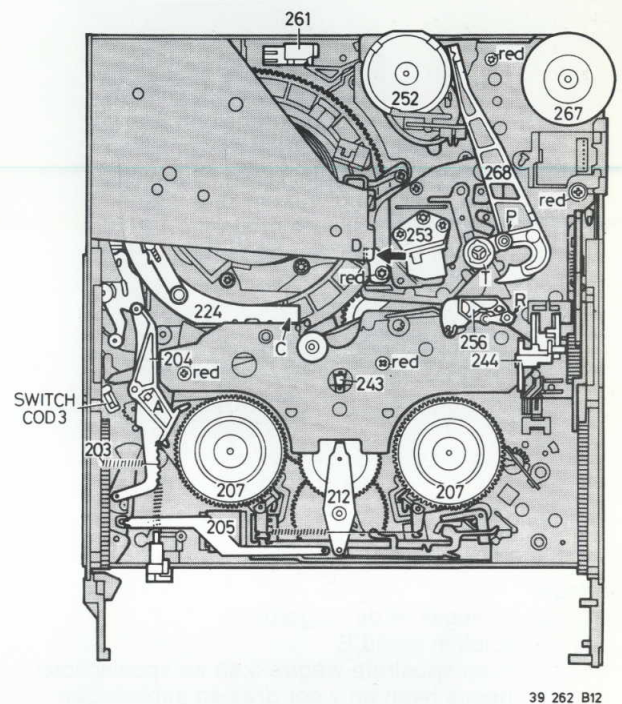

Fig. 3-1-8
- Haak veer pos. 203 uit (Fig. 3-1-8).
- Bandspanningshefboom (pos. 204) na ontgrendelen bij A naar boven verwijderen.
- Rijd het loopwerk half in (Fig. 3-1-8).
- 4x "plastite" schroeven, 1x "taptite" schroef (Fig. 3-1-8).